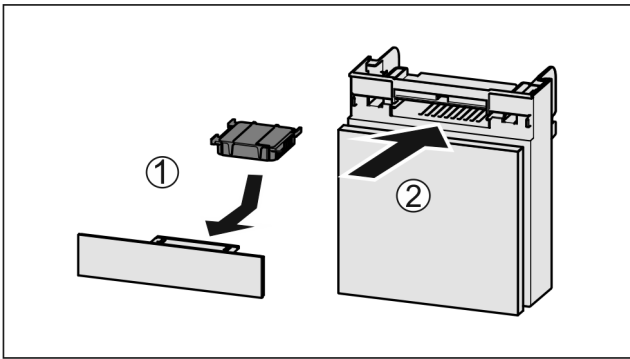

Fig. 90
- ▶ Aktivkohlefilter nach Abbildung einsetzen Fig. 90 (1).
- ▶ Fach einschieben Fig. 90 (2).